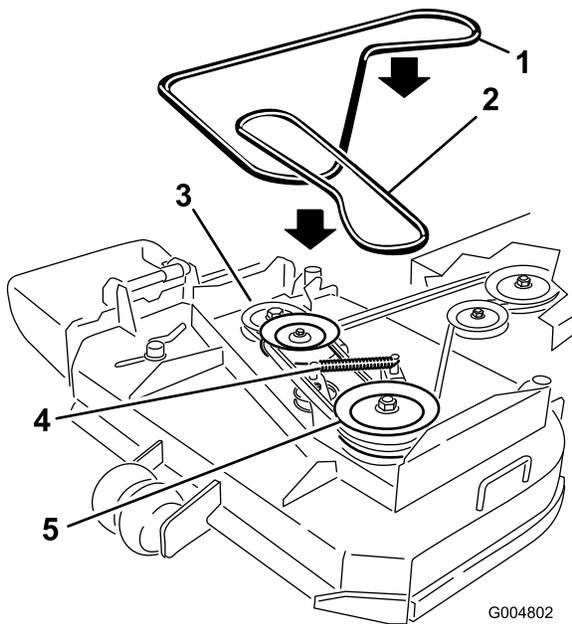

Figura 37
6. Desconecte el muelle del brazo tensor para aliviar la tensión de dicho brazo y de la polea tensora; retire la correa del cortacésped desgastada (Figura 37).
7. Instale la nueva correa del cortacésped alrededor de las dos poleas de eje exteriores, la polea tensora y en la ranura inferior de la polea de eje doble (Figura 37).
8. Conecte el muelle al brazo tensor (Figura 37).
10. Ajuste la guía a una distancia de 3 mm de la correa (Figura 37).